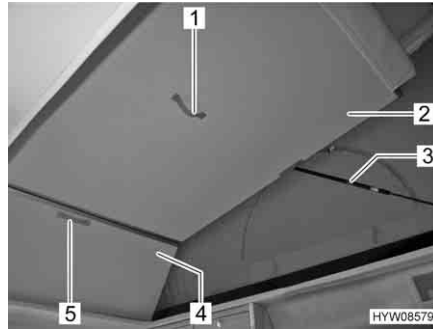

Fig. 27 Superficie utile (ribaltabile)
- Spingere verso l'alto la parte anteriore della superficie utile (Fig. 27,2) dalla maniglia (Fig. 27,1).
- Spingere verso l'alto la parte posteriore della superficie utile (Fig. 27,4) dalla maniglia (Fig. 27,5). La superficie utile viene mantenuta nella posizione superiore da molle a gas (Fig. 27,3).
- Se la superficie utile ribaltabile è ribaltata verso l'alto: Tirare verso il basso prima la parte posteriore della superficie utile (Fig. 27,4) dalla maniglia (Fig. 27,5), quindi tirare sempre verso il basso la parte anteriore della superficie utile (Fig. 27,2) dalla maniglia (Fig. 27,1).